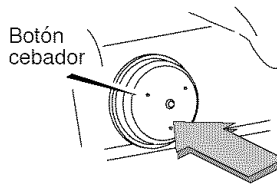

Figura 10
4. Oprima el **botón cebador** de la manera indicada a continuación. Quite el dedo del botón cebador entre cebados (vea la Figura 10).